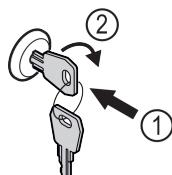

Fig. 206
- Uvucite ključ. Fig. 206 (1)
- Okrenite ključ za 90° nadesno. Fig. 206 (2)